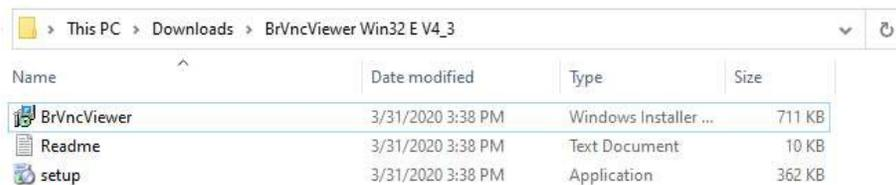

Abb. 12: Entpackter/extrahierter Ordner
- Klicken Sie auf den BrVncViewer im entpackten Ordner (Windows Installer Dateityp) (Abb. 12) und installieren Sie die Anwendung auf dem lokalen Windows-Rechner.